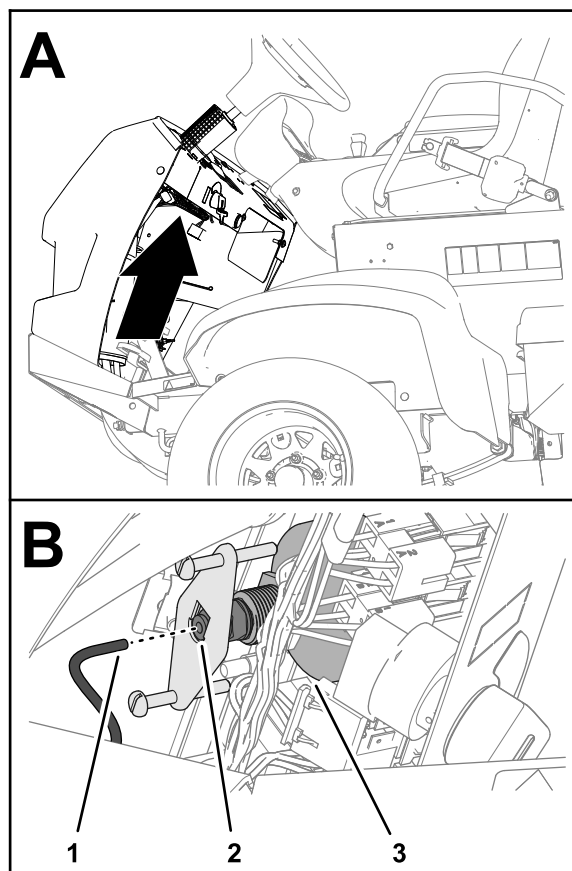

Figura 132
5. Rimuovete il tubo dal retro dell'indicatore della pressione e collocate l'estremità del tubo in un contenitore (Figura 132)